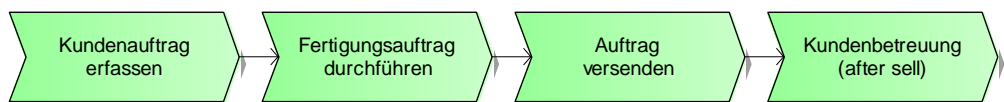

Abbildung 5 - Prozesslandkarte
**Expertenmodus:** Die Notation der ereignisgesteuerten Prozesskette (EPK) ist Ihnen vertraut und Sie haben bereits erste Erfahrungen in der Modellierung von Prozessen gesammelt, dann sollten Sie Ihre Kenntnisse in der Rolle des **Prozessdesigners** nutzen und aus den Handlungsschritten im ERP-System die Teilprozesse aus „Abbildung 5 - Prozesslandkarte“ erstellen. Teilen Sie sich Prozesse ggf. innerhalb der Gruppe zur Modellierung auf. Zur Kontrolle Ihrer Ergebnisse stehen Ihnen im **Nachhinein** die Prozessmodelle aus der ISO/EN/DIN 9000 ff aus Kapitel 6 zur Verfügung.